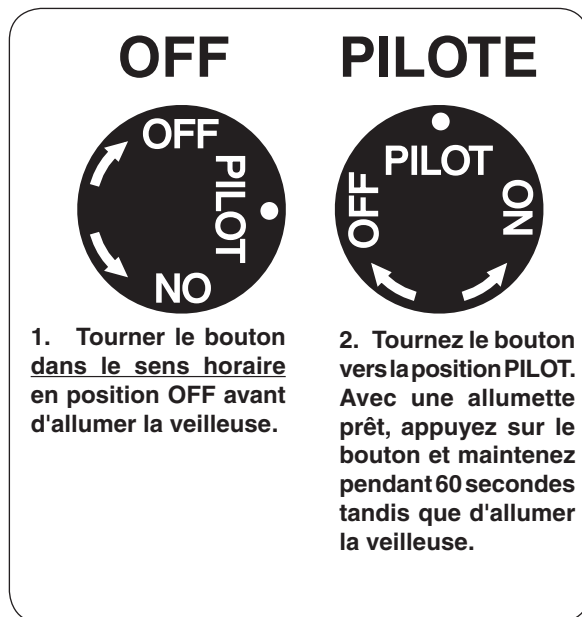

Fig. 38-1 Détail bouton de commande (OFF, PILOTE)
1. Localiser la vanne sur le côté gauche de l'appareil. Appuyer sur le bouton de contrôle du gaz et tourner dans le sens horaire en position **OFF** (Fig. 38-1).
2. Tournez le bouton de réglage dans le sens antihoraire pour **PILOTE** (Fig. 38-1). Appuyez sur le bouton de commande **fermement et pleinement** enfoncée. Mantenga partido largo chimenea o un encendedor cerca del termopar a encender el piloto. Continuez à tenir le bouton de commande pendant environ 60 secondes après que le pilote est allumé, puis relâchez le bouton. Le pilote reste allumé.